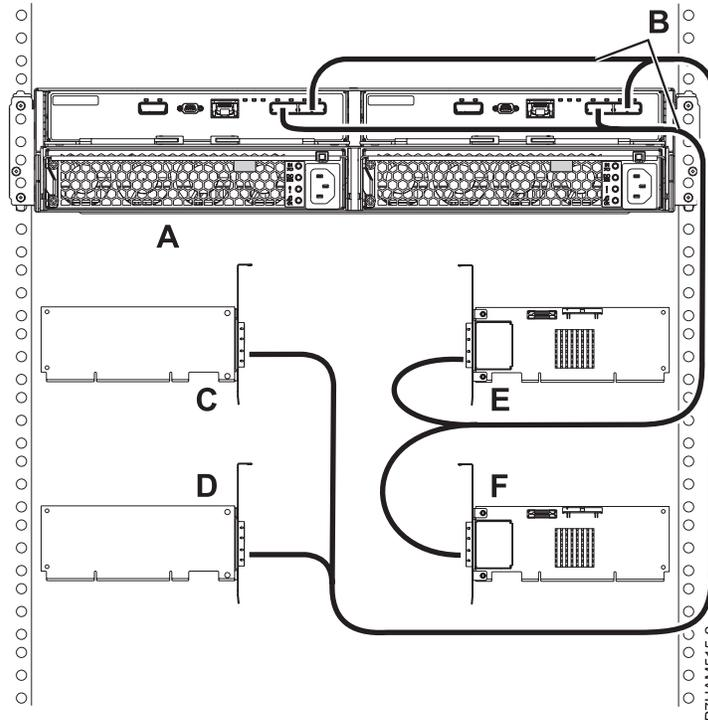

Figura 42. Conexión de la modalidad 4 de un alojamiento de unidad de disco 5887 utilizando cables X a cuatro adaptadores SAS independientes
18. Realice la conexión de la modalidad 4 de un alojamiento de unidad de disco 5887 (A) utilizando los cables X (B) a cuatro adaptadores SAS independientes. Consulte la Figura 42 en la página 44.